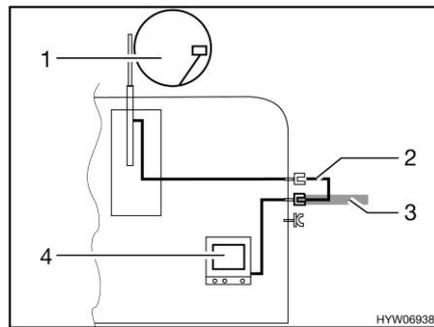

Fig. 151 TV en el vehículo
- TV en el vehículo (Fig. 151,4): Conexión a la antena del techo (Fig. 151,1) con el cable de conexión (Fig. 151,2)
- TV en el vehículo (Fig. 151,4): Conexión a antena externa (Fig. 151,3)